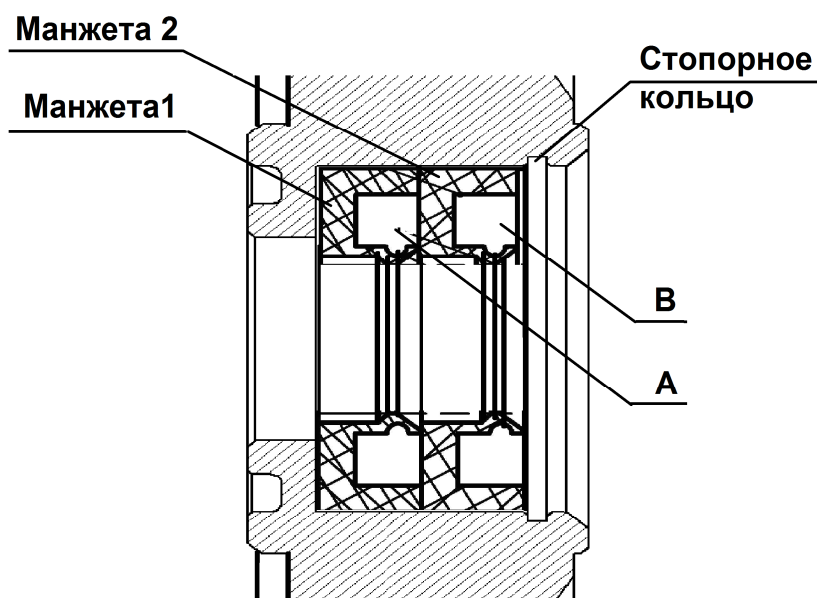

Рис. 10. Схема установки манжет.
7. Установку манжет производите согласно рис. 10 в следующем порядке: